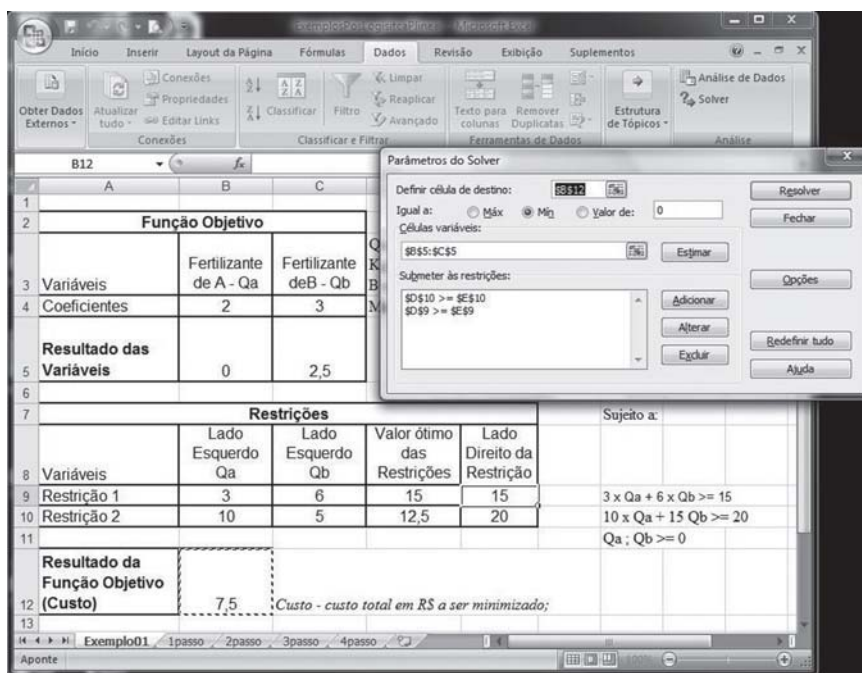
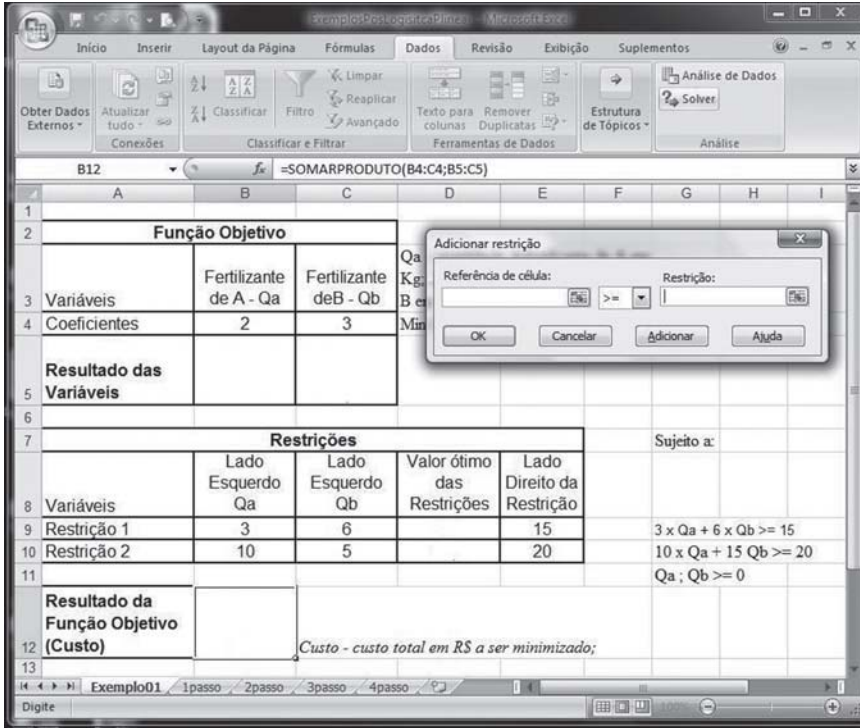
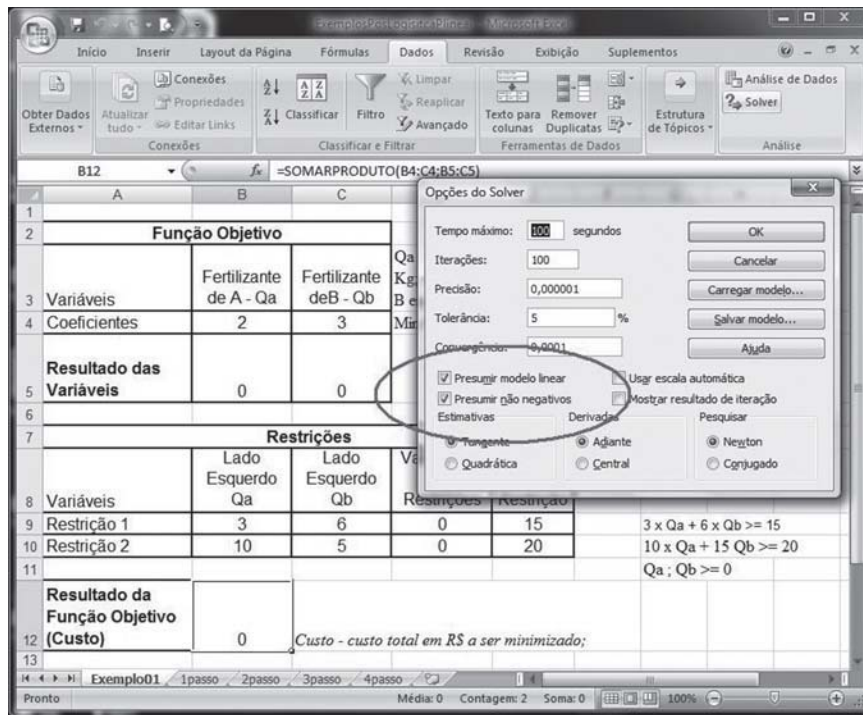
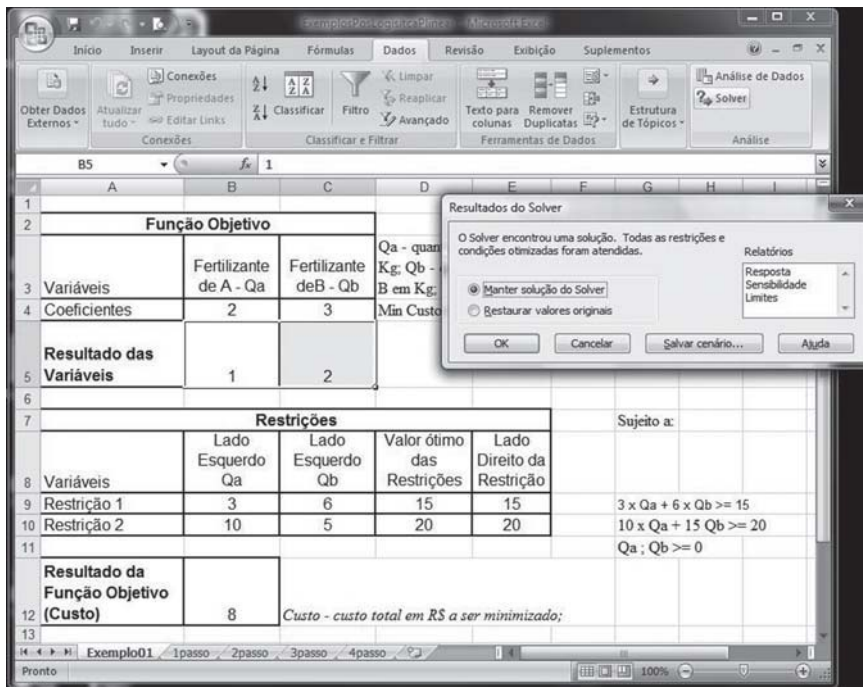

Figura 17: Quinto passo - Entrada dos parâmetros do Solver
Figura 18: Sexto passo – Entrada das restrições no Solver
Figura 19: Entrada das opções para solução do problema pelo Solver
Figura 20: Sétimo passo – Rodar o Solver para encontrar a solução do Modelo de Programação Linear
Quinto passo: você deve dar entrada nos parâmetros do Solver, conforme Figura 17. Se você estiver usando o Excel do Windows XP, vai encontrar o Solver no item de menu **Ferramentas**. No caso do Excel do Windows Vista, você vai encontrar o Solver no menu **Dados**, normalmente no canto esquerdo da tela. Para não ficar colocando uma figura a cada entrada de parâmetros do Solver, decidimos colocar somente a Figura 17 e depois, com base nela, apresentamos os parâmetros que você deve ir digitando no Excel. Na tela do Solver, à sua direita, na parte superior, você verá os seguintes parâmetros:
- ▶ **Submeter às restrições:** é o local onde você vai informar as restrições do problema. Para essa situação, você verá na Figura 17 como entrar com as restrições.
Para a entrada das restrições no Solver, você deve clicar o botão **Adicionar** e então aparecerá a tela que pode ser vista na Figura 18, na qual você verá a tela de **Adicionar Restrição**. Nessa tela, você vai digitar no espaço do lado esquerdo, **Referência de célula**, o valor \$D\$9, que é o espaço que você deixou para o Solver calcular o valor ótimo das restrições. Logo à direita do espaço da **Referência de célula** temos o sinal, que no exemplo da primeira restrição é “>=”. Depois, mais à direita, temos a **Restrição** que representa o valor do lado direito da restrição. No exemplo, a primeira restrição tem o valor da célula \$E\$9. Para o exemplo que você está construindo existem duas restrições, assim você deve clicar no botão **Adicionar** e entrar com \$D\$10, >= e \$E\$10 e depois clique no botão **Ok**. Você então retornará para a tela da Figura 17.
Depois disso, você deve clicar no botão **Opções**, conforme a tela da Figura 17, e aí aparecerá a tela da Figura 19. Na tela **Opções do Solver** da Figura 19, você deve se certificar de que os campos **Presumir modelo linear** e **Presumir não negativos** estejam marcados com . Para este curso, não é necessário que
Sétimo passo: você deve encontrar a solução do problema. Neste momento, você já entrou no Excel com todos os dados necessários para que ele possa executar seu modelo de dados. Agora, você deve clicar no botão **Resolver** na tela da Figura 19 para aparecer outra tela, que pode ser vista na Figura 20. Como você pode reparar na Figura 20, o Solver já calculou a resposta, ou seja, as células B5 e C5 já foram preenchidas com os valores ótimos para a quantidade de fertilizante do fornecedor A e do fornecedor B, respectivamente. Além disso, ele também preencheu o valor da Função Objetivo, célula B12, que representa o custo mínimo alcançado. Mantenha a opção **Manter solução do Solver** e clique no botão **Ok**, se quiser, imprima sua planilha com o resultado do modelo.
3. Submeter às restrições: você deve clicar no botão **Adicionar** e entrar na tela, semelhante à da Figura 18.
Esses são os dados que devem entrar nas restrições. Após tê-los digitado, não se esqueça de clicar no botão **Opções** e se certificar de que os campos **Presumir modelo linear** e **Presumir não negativos** estejam marcados com , conforme você fez a partir da Figura 19, do Exemplo 1. Pronto! Mais um modelo conhecido. Se você fez tudo certo, deve chegar à tela de resultados conforme a Figura 22.